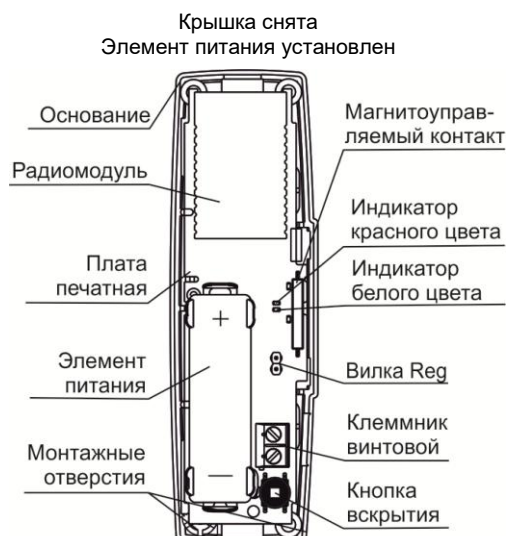

Рисунок 2
4.1 Конструктивно извещатель выполнен в виде блока, состоящего из основания и съемной крышки (рисунок 2). Внутри блока смонтирована печатная плата с радиоэлементами, в том числе, с магнитоуправляемым контактом.